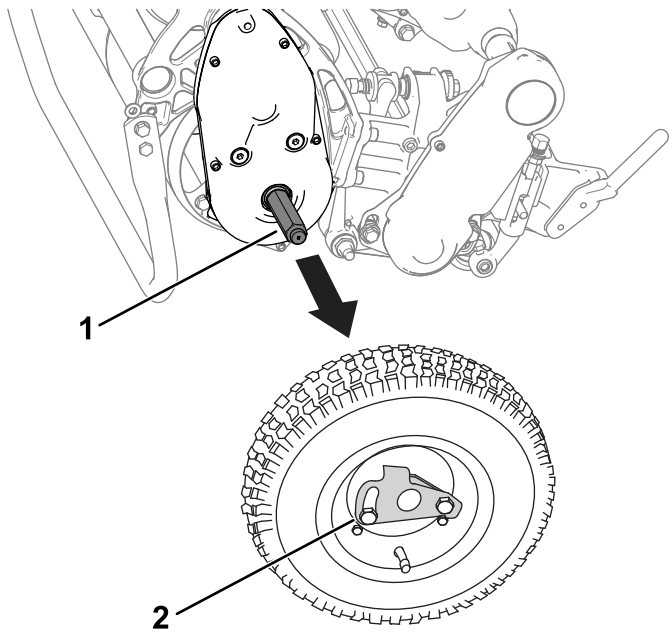

Figura 20
3. Remova as rodas de transporte empurrando os cliques de bloqueio da roda para fora dos eixos (Figura 20).